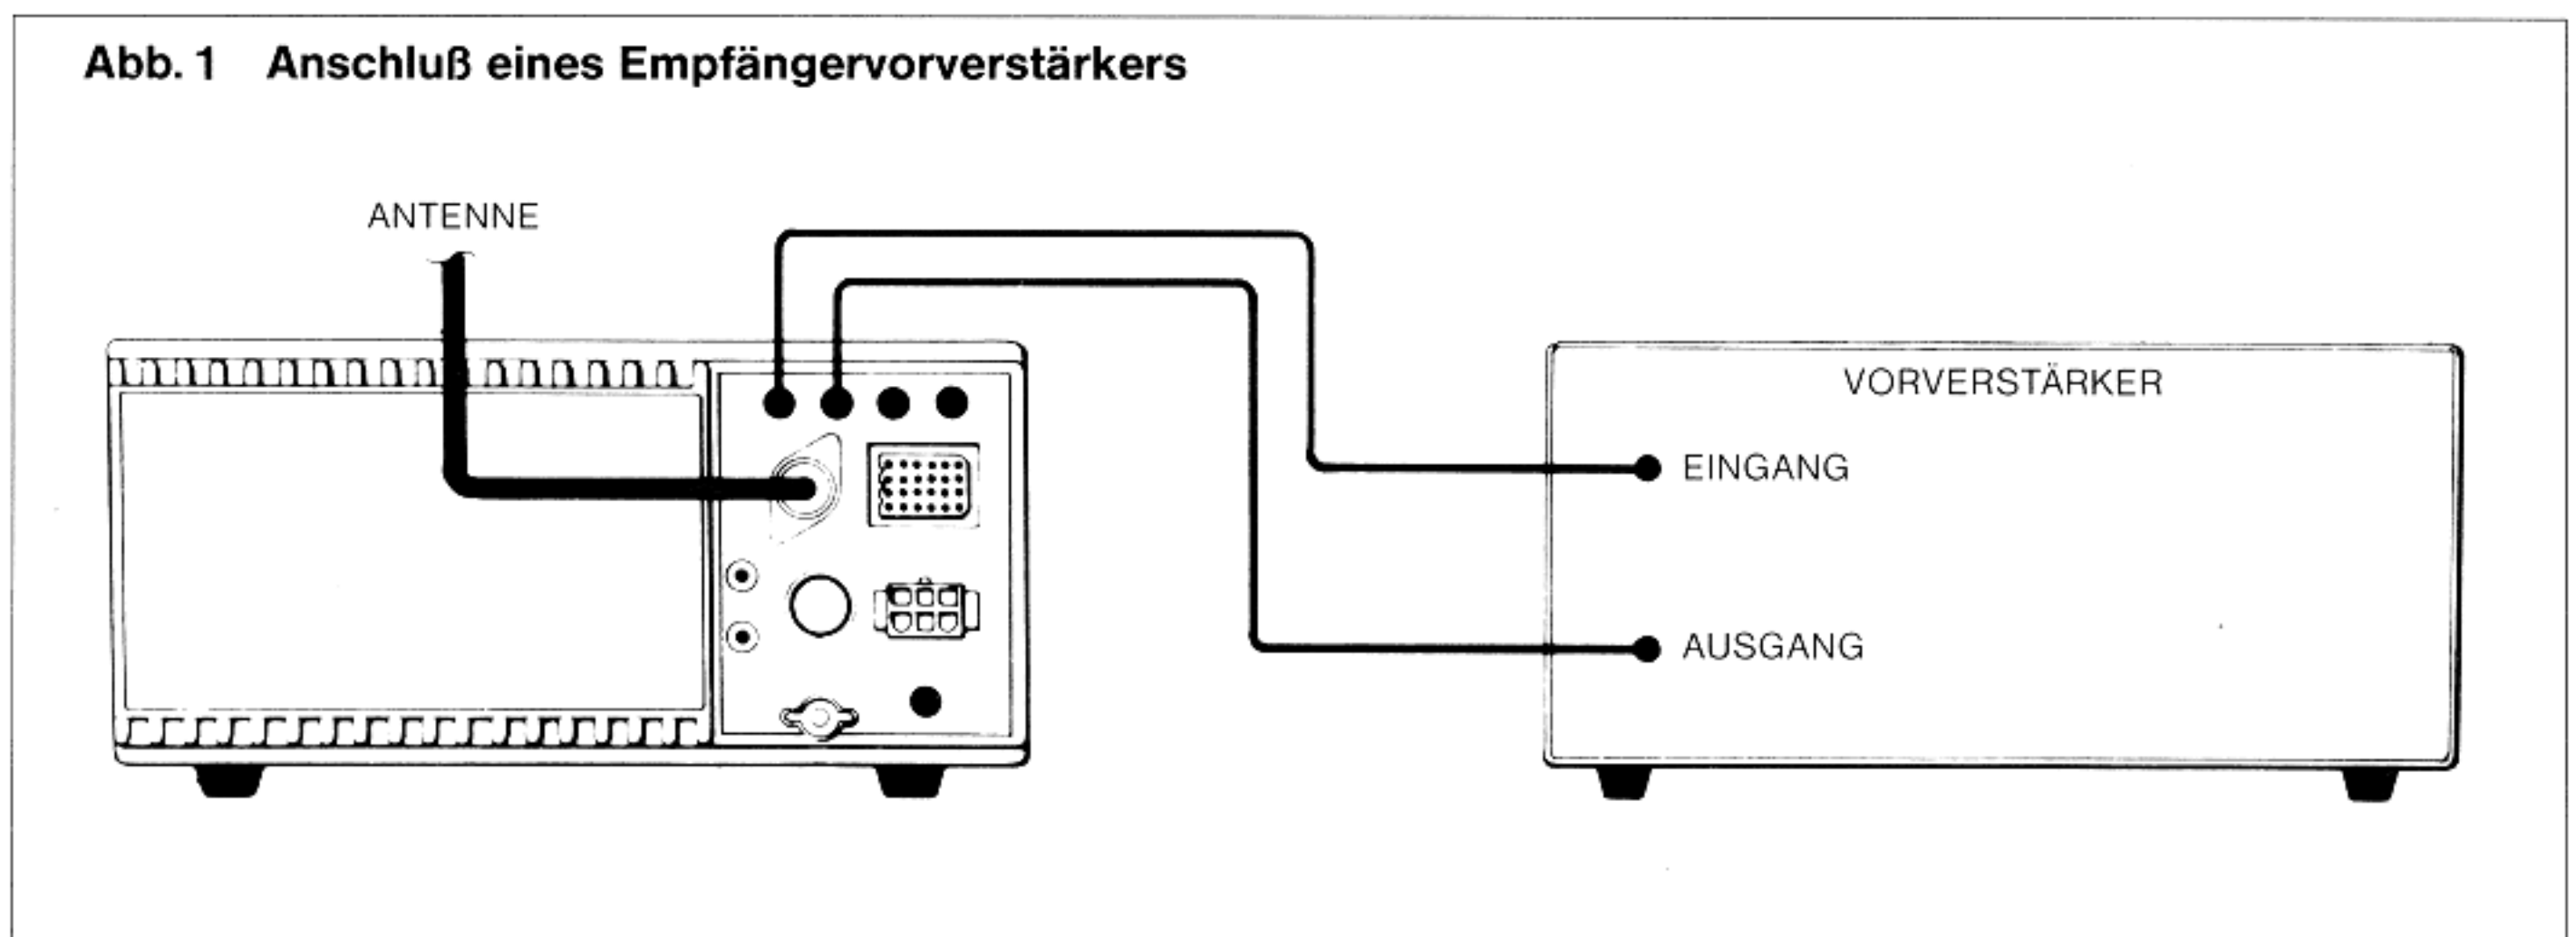

Abb. 2 Anschluß eines getrennten Empfängers (nach Wechsel der internen Steckverbindung)
2. Anschluß eines getrennten Empfängers (nach Wechsel einer internen Steckverbindung) (Abb. 2)